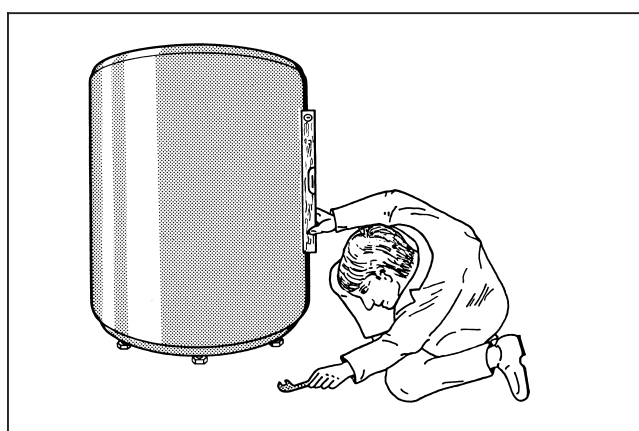

Fig. 5
- Alinear verticalmente el preparador acumulador de ACS, ajustando los tornillos niveladores (fig. 5).